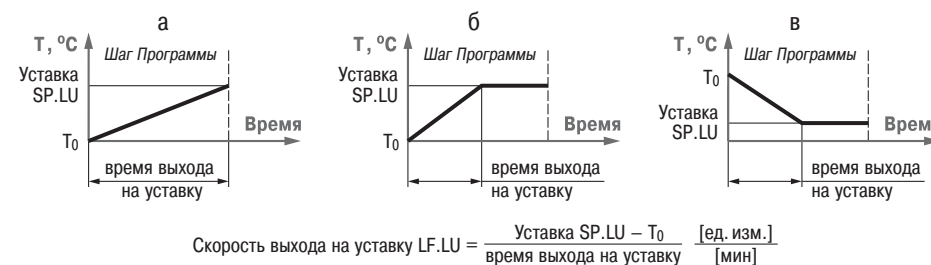

Рис. 8. Задание скорости выхода на Уставку
- в течение всего Шага (см. рис. 8, а);
- в течение части Шага – до достижения **Значения уставки**, далее осуществляется поддержание достигнутого значения Уставки (см. рис. 8, б, в).